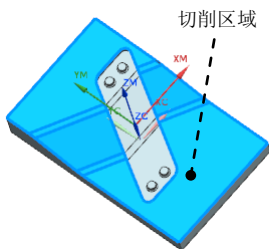

图 14.11 定义切削区域
Step2. 选取图 14.11 所示的面为切削区域(共 8 个面), 在“切削区域”对话框中单击 **确定**